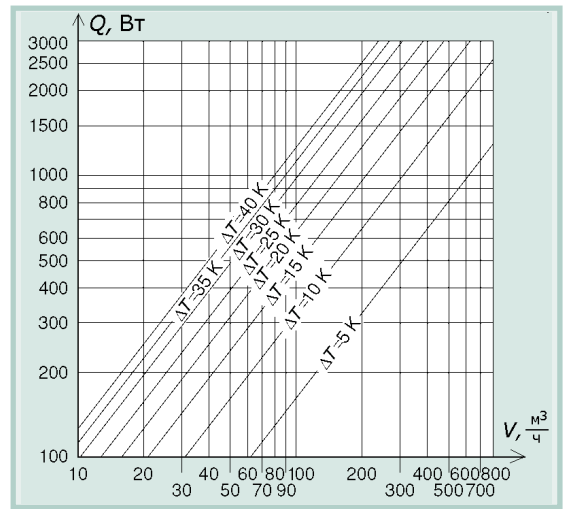

Рис. 4. Диаграмма теплоотвода блока вентилятор+фильтр
Обычно достаточно пользоваться диаграммой, построенной по формуле (3) для  $f = 3,1 \text{ м}^3 \cdot \frac{\text{К}}{\text{Вт} \cdot \text{ч}}$  и показанной на рис. 4.